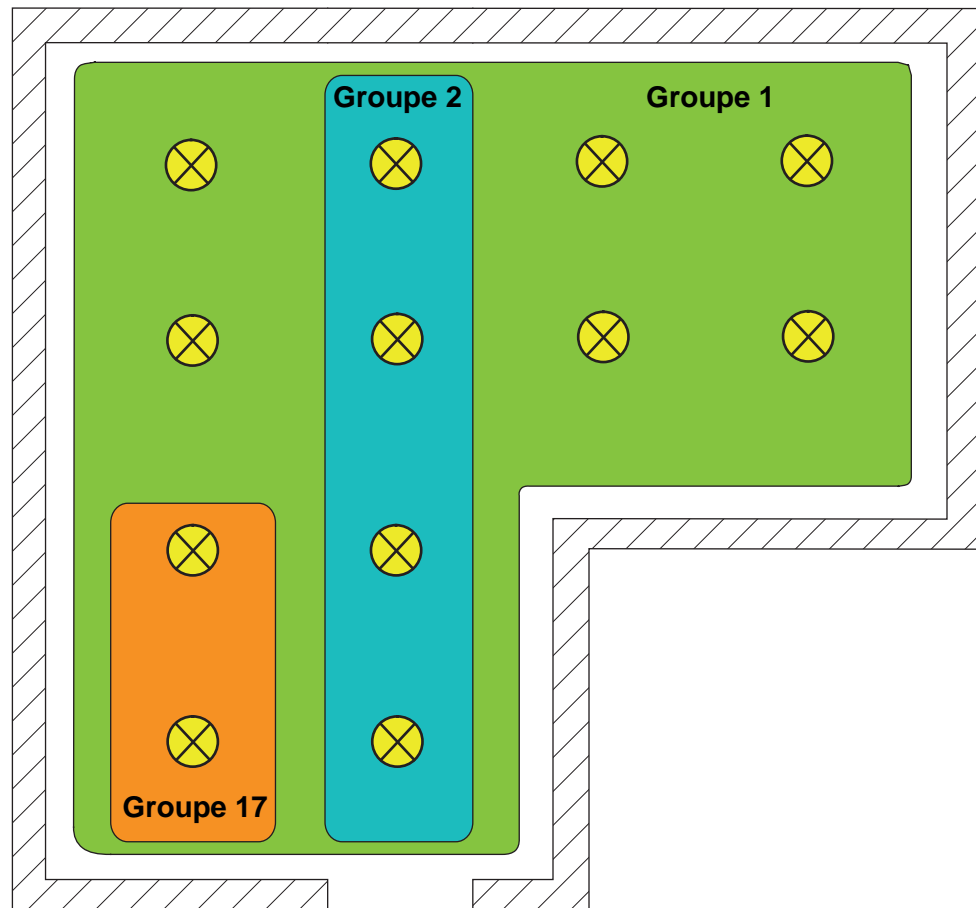

Figure 15: Exemple d'affectation multiple des équipements -
- i** Les équipements DALI qui sont affectés à plusieurs groupes se règlent toujours sur le dernier état défini par l'un des groupes affectés. Dans ce cas, la rétrosignalisation de l'état de commutation, de la valeur de luminosité ou de la température de couleur d'un groupe peut ne pas être toujours explicite. Les exemples suivants clarifient ce comportement (figure 15):